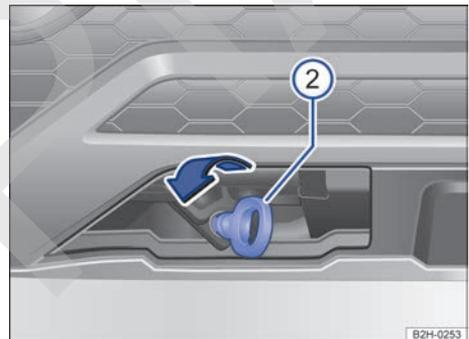

Fig. 207 En el lado derecho del paragolpes delantero: enroscar el gancho para remolque.
- Enrosque el gancho para remolque → **fig. 207** ② en el alojamiento girándolo al máximo **en el sentido contrario al de las agujas del reloj** → ①. Utilice un objeto adecuado con el que pueda enroskar completa y firmemente el gancho para remolque en su alojamiento.